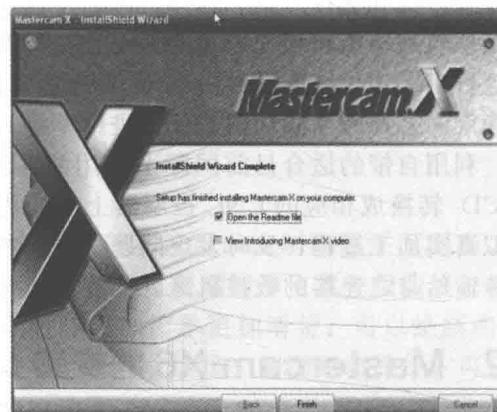

图 1-6 安装完成
- ⑤ 按系统提示完成设置后，系统开始安装软件。安装完成后，如图 1-6 所示。单击完成按钮完成安装。